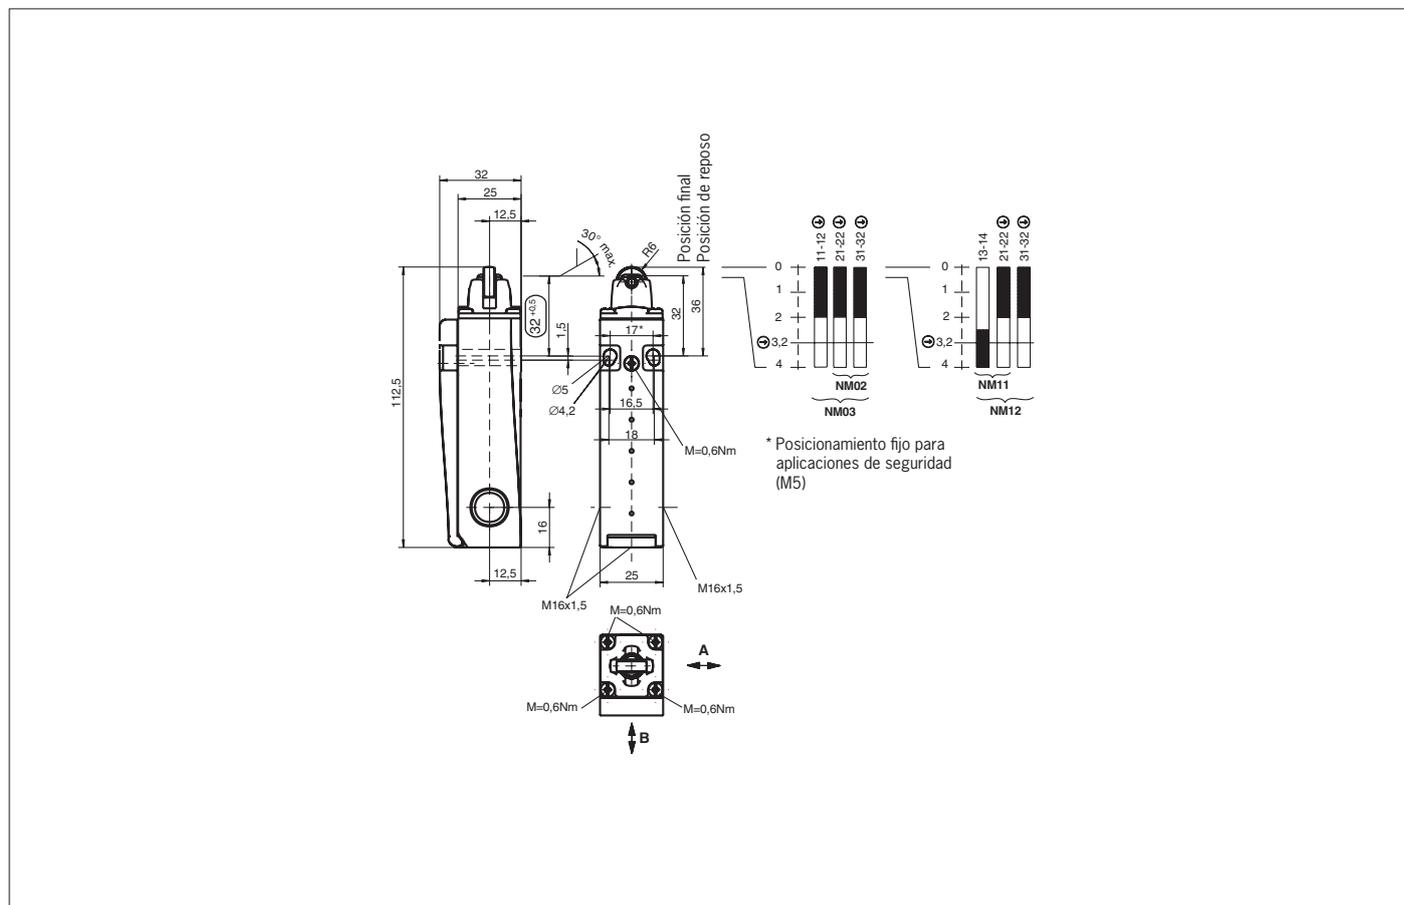

Fig. 7: Plano de dimensiones y diagramas de activación de NM11RB/NM02RB/NM12RB/NM03RB
- ▶ **Para NM..RB se aplica lo siguiente:** para garantizar un correcto funcionamiento, las levas deben estar dispuestas según las dimensiones $(32^{+0,5})$ (véanse la Fig. 4 y la Fig. 7).